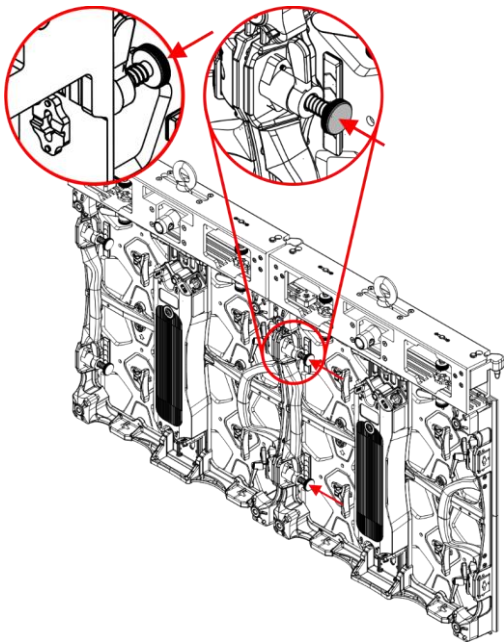

Fig. 46
- 01) Gire la **palanca (A)** del **mecanismo de bloqueo superior (16)** en sentido antihorario.
- 02) Empuje el **cierre rápido con resorte (B)** del **mecanismo de bloqueo superior (16)** de la segunda pantalla LED y gírelo 90° en sentido horario o antihorario como se muestra en las Fig. 46 y 47.